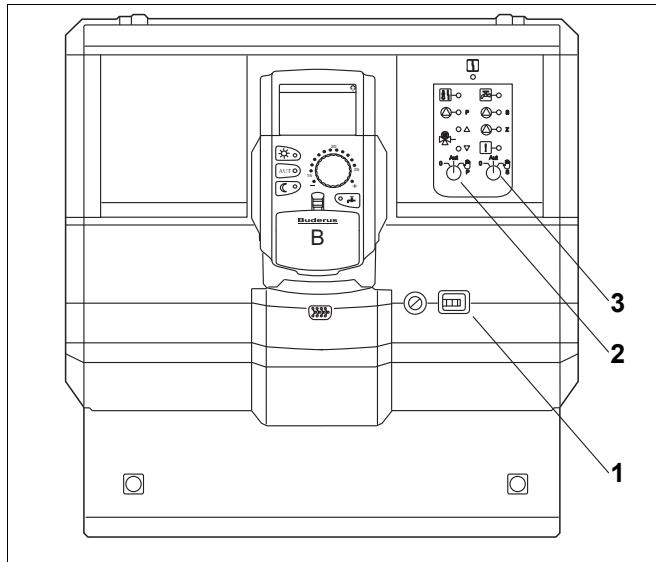

Рис. 26 Logamatic 4126
- Включите систему управления пусковым переключателем (→ Рис. 26, [1]).
- Для первичного контура (→ Рис. 26, [2]) установите переключатель  в положение "рука" 3P.
- Для вторичного контура (→ Рис. 26, [3]) установите переключатель  в положение рука 3S.